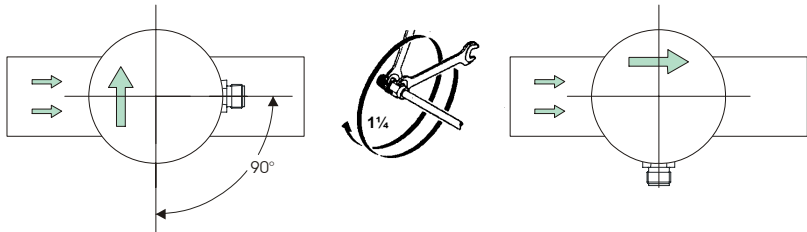

Abbildung 3-7
- Sensor unter Beibehaltung der Eintauchtiefe mit der Hand am Sensorgehäuse in etwa in die korrekte Flowrichtung ausrichten (Flowpfeil auf Gehäusedeckel beachten) und dann ca. 90° entgegen dem Uhrzeigersinn drehen (siehe Abbildung 3-7).